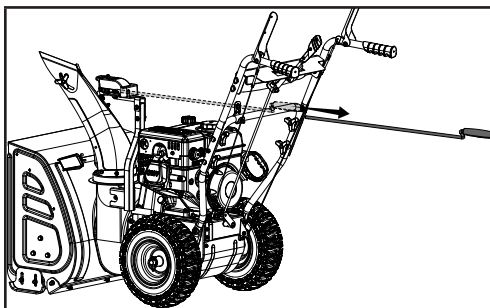

Figure 36
3. Retirez le levier du support de la goulotte de décharge (figure 36).